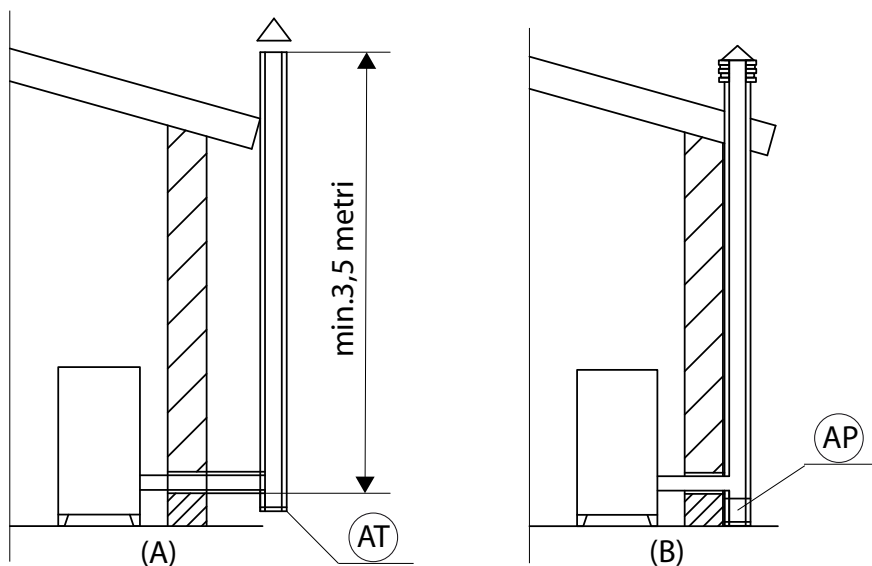

FIGURE 1 - CONDUIT DE FUMÉE
Un simple puits de lumière en ciment doit être entubé de manière appropriée. Dans les deux solutions, prévoir un bouchon d'inspection (AT) ou un volet d'inspection (AP) - FIG. 1.